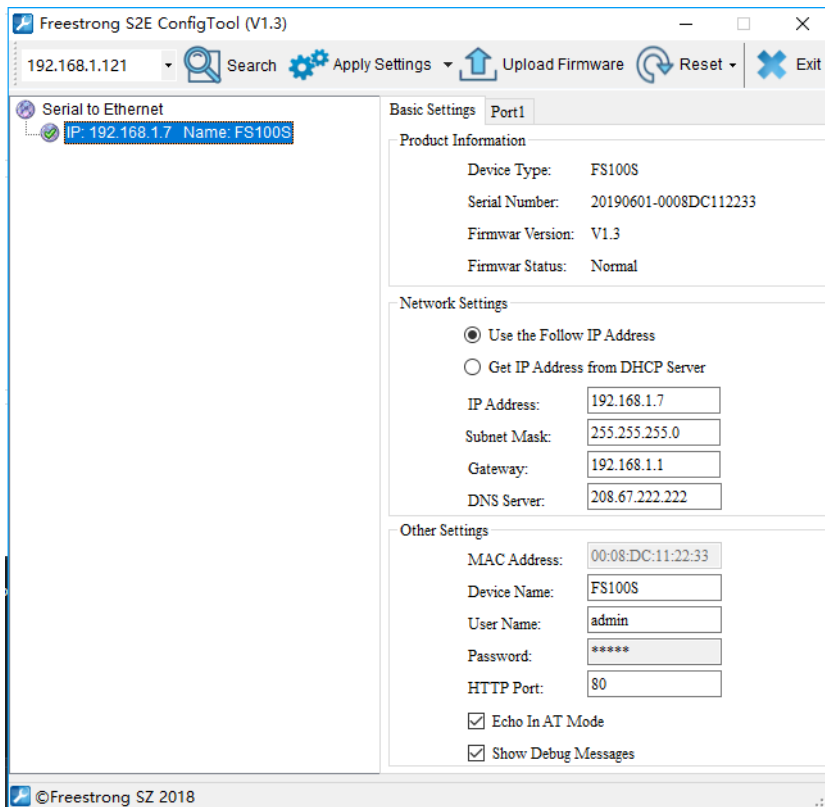

图 4-2 Freestrong S2E ConfigTool 搜索设备
- 3、点击  按钮，出现如图 4.2 所示界面，可以获取模块的 IP 地址等信息。